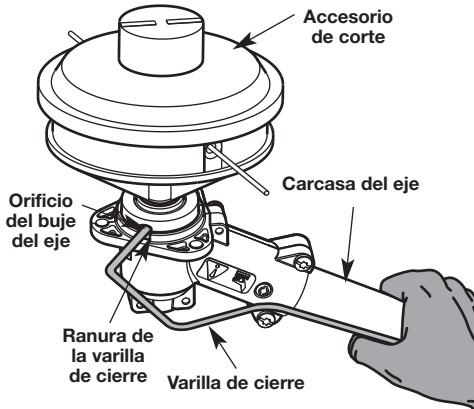

Fig. 7
- Coloque el accesorio de corte como se muestra (Fig. 7). Alinee el orificio del buje del eje con la ranura de la varilla de traba. Inserte la varilla de traba en el orificio del buje del eje.
- Sujete la varilla de traba en su lugar sosteniéndola al lado del brazo de la carcasa del eje (Fig. 7).